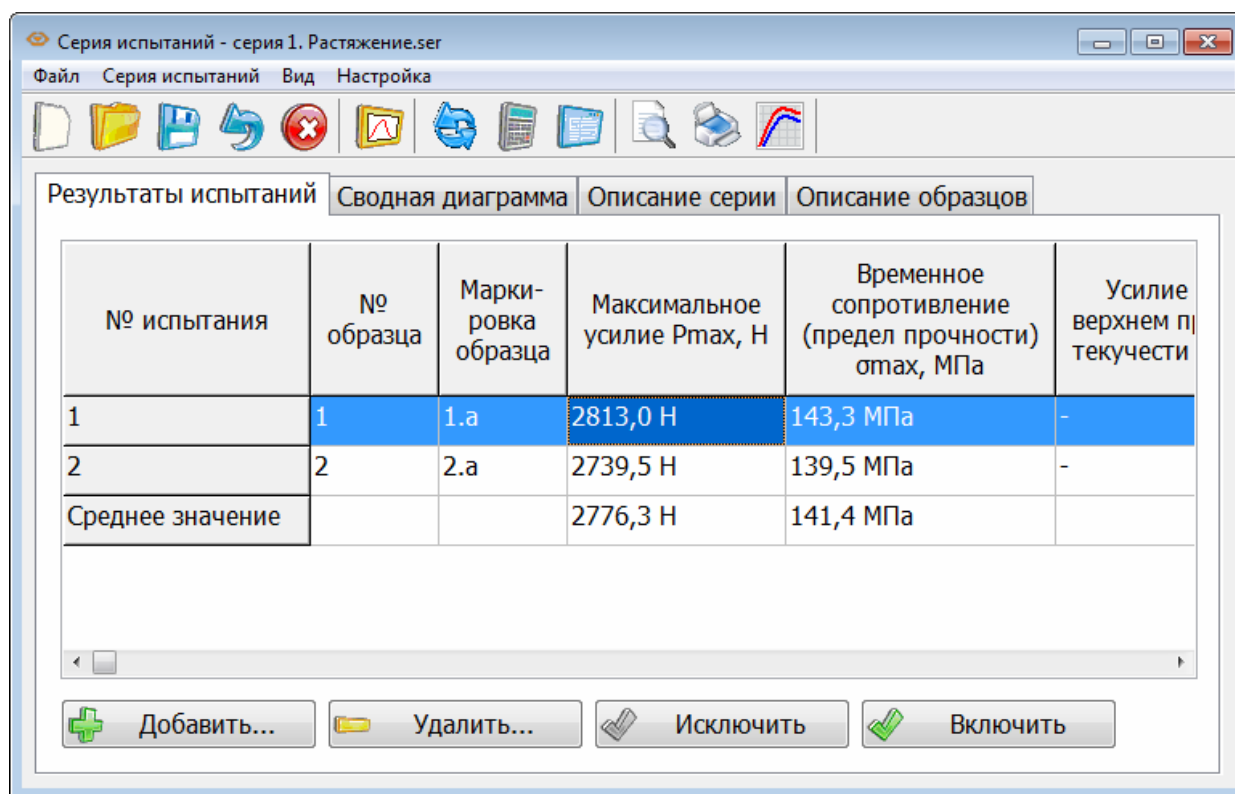
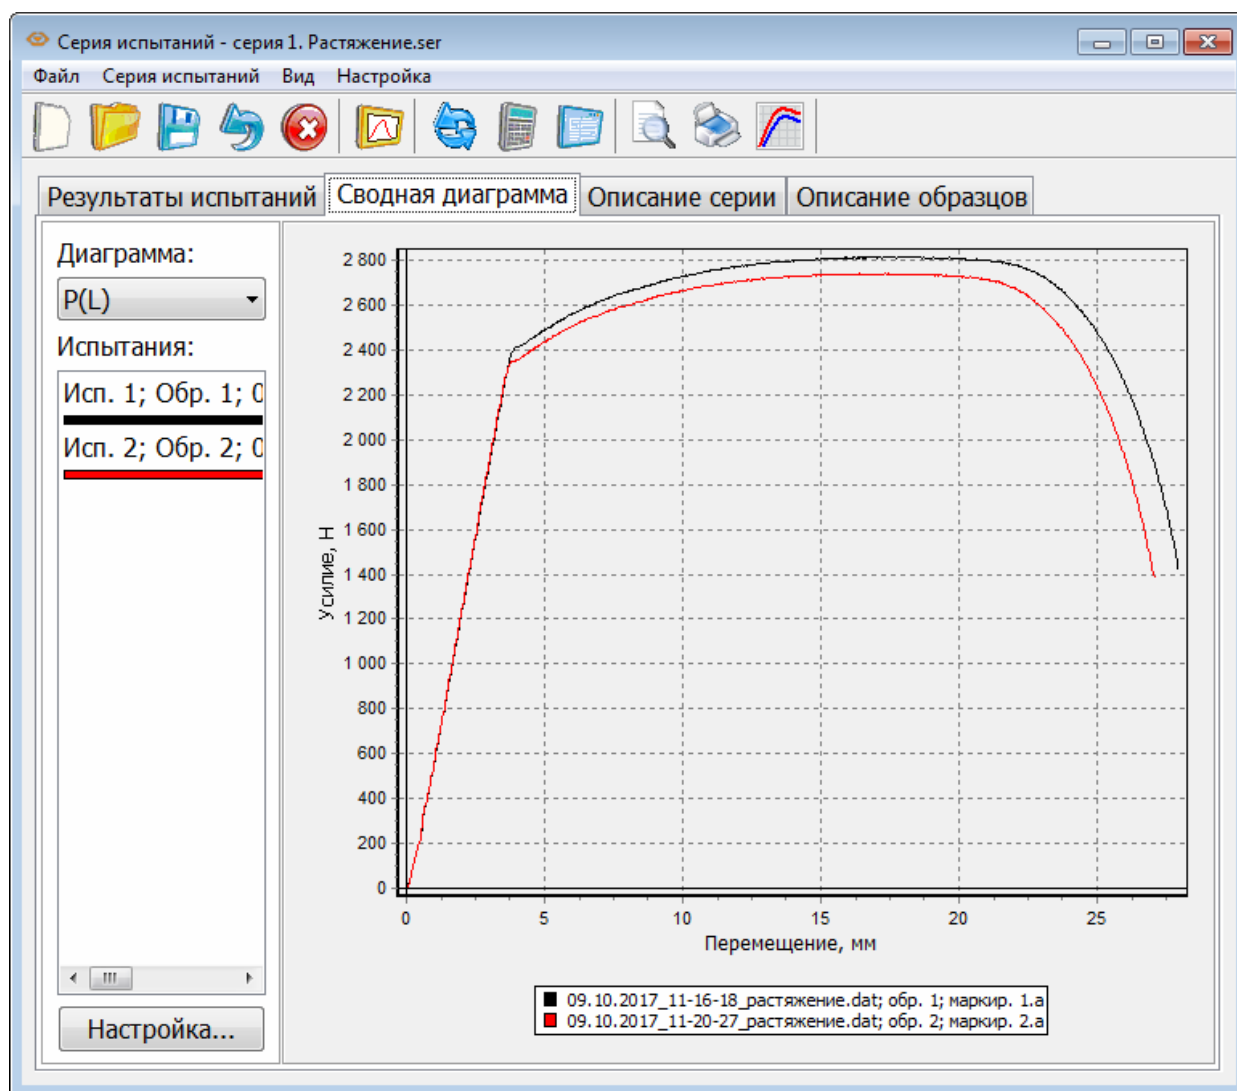

Рис. 36. Серия испытаний. Результаты испытаний
Рис. 38. Сводная диаграмма
Для открытия файла серии испытаний, созданного автоматически для проведенного испытания, необходимо в окне **«Диаграмма испытания»** (рис. 26) нажать кнопку **«Серия»**. Откроется окно **«Серия испытаний»**, в котором можно просмотреть результаты испытаний в серии и их статистику (рис. 36), описание серии испытаний (рис. 37.а), описание образцов (рис. 37.б) и сводную диаграмму (рис. 38).
На вкладке «**Результаты испытаний**» (рис. 36) в таблице отображаются результаты испытаний в серии и их статистика. Параметры статистики для отображения в таблице и протоколе серии испытаний можно выбрать в меню «**Вид**» / «**Статистика**».
В нижней части окна «Серия испытаний» (рис. 36) расположены кнопки для управления результатами испытаний в серии.
Кнопка  предназначена для открытия окна просмотра диаграммы испытания, выделенного в таблице (рис. 36). То же происходит при двойном нажатии левой кнопки мыши в строке таблицы с результатами испытания.
Установка галочки в пункте меню «**Вид**» / «**Протоколы с рисунками**» приводит к созданию протоколов серии испытаний с рисунком – сводной диаграммой испытаний. Вид диаграммы можно выбрать на вкладке «**Сводная диаграмма**» (рис. 38). При отсутствии галочки протоколы будут создаваться без рисунков.
Выводится на печать и сохраняется в файле рисунка диаграмма, которая отображается на вкладке «Сводная диаграмма» (рис. 38). Таким образом, можно выбрать нужный вид диаграммы или выделить интересующий фрагмент.
Сводная диаграмма серии испытаний отображается в окне «Серия испытаний» на вкладке «Сводная диаграмма» (рис. 38).
- Номер испытания в серии, как в первом столбце таблицы результатов (рис. 36);